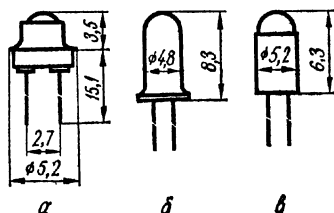

Рис. 268. Внешний вид и основные размеры светодиодов
**АЛ102 (А, Б, В, Г).** Диапазон рабочих температур от —60 до +70° С. Цвет свечения АЛ102А, АЛ102Б и АЛ102Г — красный, АЛ102В — зеленый (рис. 268, а).
**АЛ106 (А, Б, В).** Диапазон рабочих температур от —60 до +85° С (см. рис. 268, б).
**АЛ107 (А, Б).** Диапазон рабочих температур от —40 до +100° С (см. рис. 268, в).